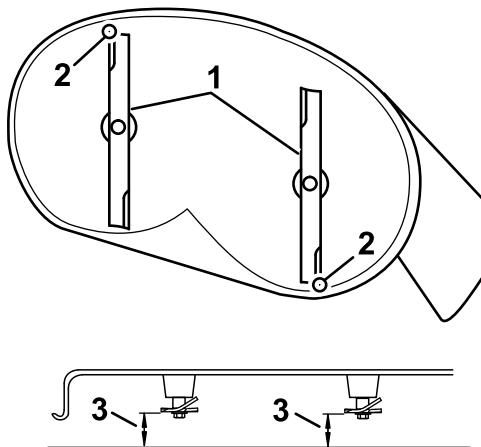

Figura 64
4. Gire cuidadosamente las cuchillas colocándolas en el sentido de avance de la máquina (Figura 64).
5. Mida entre la punta de la cuchilla delantera y la superficie plana y entre la punta de la cuchilla trasera y la superficie plana (Figura 64).